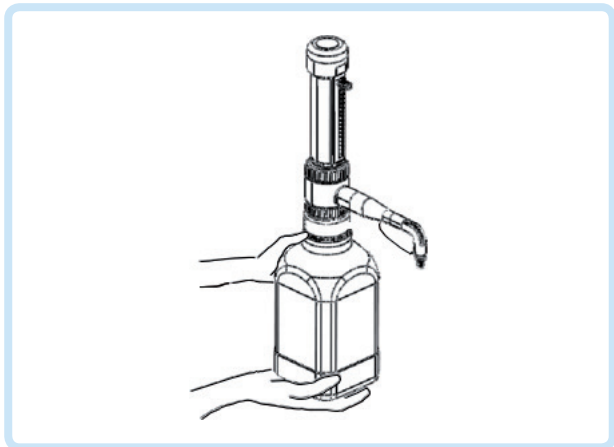

Figure 1
- Portez toujours des gants de protection lorsque vous touchez l'instrument et le cylindre, en particulier lorsque vous utilisez des liquides dangereux. Ne transportez l'instrument monté que comme indiqué dans la figure 1.